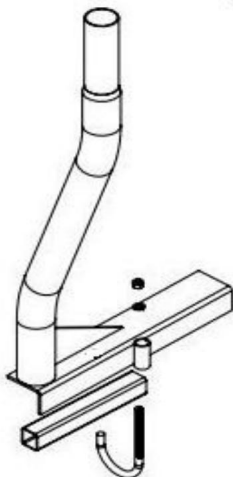

Figura 2
Posizionare il tubo di supporto sinistro (3) sul binario del cassone del camion tramite 1 bullone tipo J (7) e tubo quadrato di supporto inferiore (10), rondella M10 (8), dado di bloccaggio M10 (9), ripetere il passaggio precedente per un altro e le due barre trasversali di destra (2). E il supporto sinistro il tubo e il tubo di supporto destro devono essere sulla stessa linea, infine stringere il dado. Mostra come figura 2